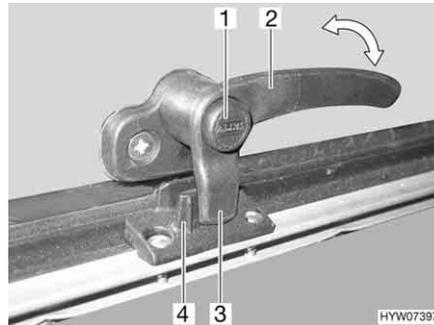
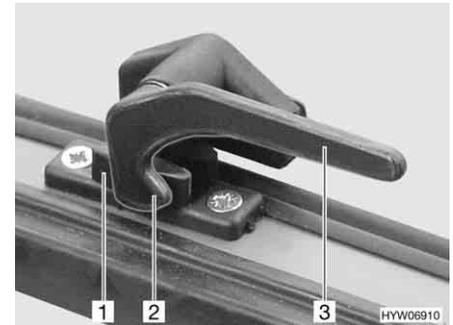

Bild 52 Verriegelungshebel mit Sicherungsknopf in Stellung "geschlossen"
Bild 53 Verriegelungshebel in Stellung "geschlossen"
- Wenn vorhanden, Sicherungsknopf (Bild 52,1) drücken und gedrückt halten.
- Den Verriegelungshebel (Bild 52,2 oder Bild 53,3) eine viertel Umdrehung zur Fenstermitte hin drehen.
- Den Verriegelungshebel (Bild 52,2 oder Bild 53,3) eine viertel Umdrehung zum Fensterrahmen hin drehen. Die Verriegelungsnase (Bild 52,3 oder Bild 53,2) am Verriegelungshebel liegt komplett auf der Innenseite der Fensterverriegelung (Bild 52,4 oder Bild 53,1).
- in Stellung "fest verschlossen" (Bild 52 und Bild 53)